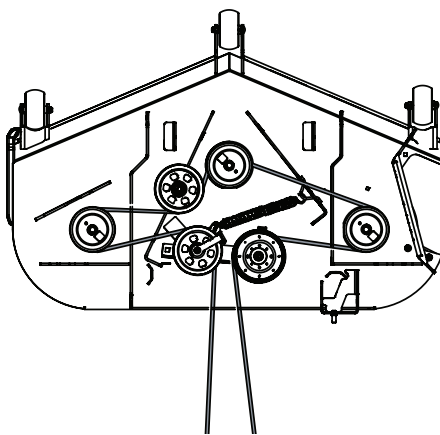

Figura 51
8. Coloque la correa como se muestra en la Figura 51. Ajuste y asegure los elementos de ferretería del brazo secundario libre.